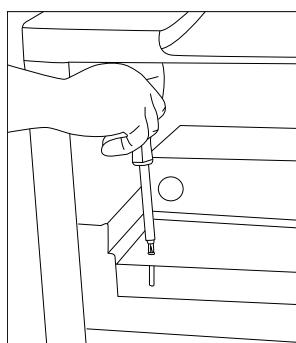

Рис. 4
1. Зніміть захист від дрозок відкрутити гвинти. (Рис.4)